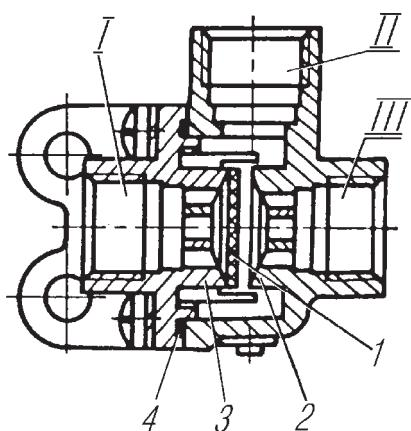
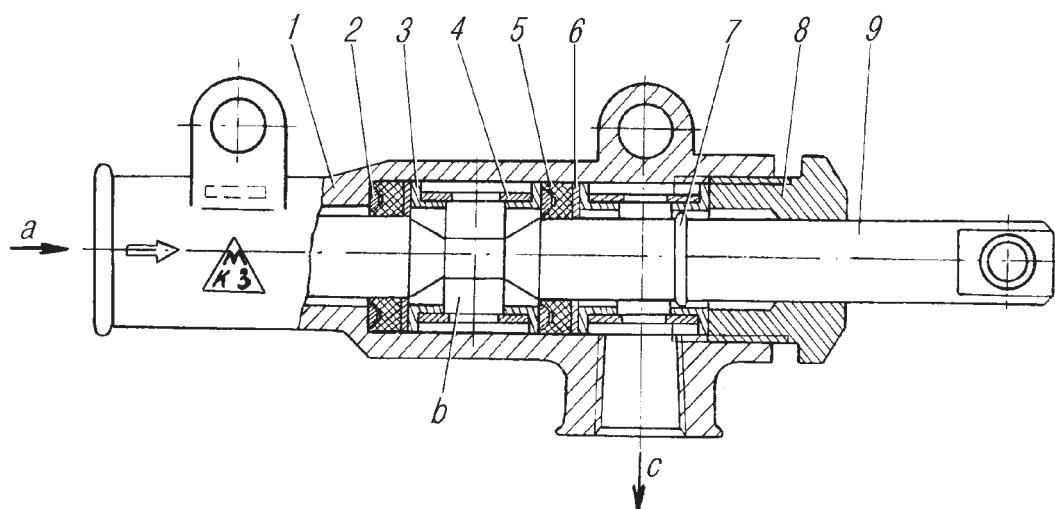
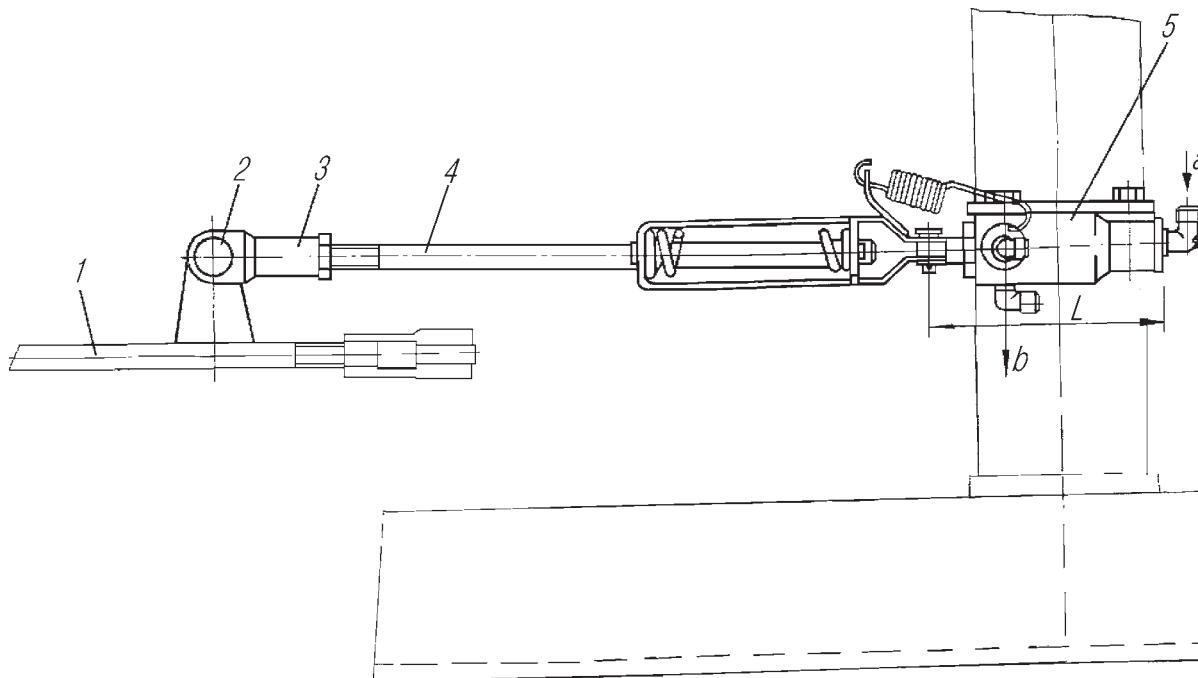

Рис. 75. Клапан двухмагистральный перепускной:
Рис. 76. Кран управления стояночным тормозом:
Рис. 77. Установка крана управления стояночным тормозом прицепа:
**Двухмагистральный клапан** (рис. 75) служит для подачи воздуха к клапану прицепа при пользовании кнопкой крана отключения тормозов прицепа.
**Кран управления стояночным тормозом прицепа** (рис. 76) предназначен для управления тормозами прицепа при затормаживании автомобиля стояночным тормозом и установлен на третьей поперечине рамы. С тягой привода стояночного тормоза он соединен тягой с пружинным компенсатором. При опущенном рычаге
стояночного тормоза воздух из баллона через вывод «в» крана управления поступает к выводу II (см.рис. 75) клапана управления тормозами прицепа с двухпроводным приводом. При включении стояночного тормоза золотник крана управления смещается, соединяя вывод II с атмосферой через вывод «с» (см.рис. 76), далее привод тормоза прицепа работает, как указано выше. Для проверки установки крана управления установить рычаг стояночного тормоза в нижнее положение. Вращая вилку 3 (рис. 77), совместить отверстия вилки и ушка тяги 1, установить палец 2 и законтрить вилку 3, обеспечив размер  $L=122-124$  мм.